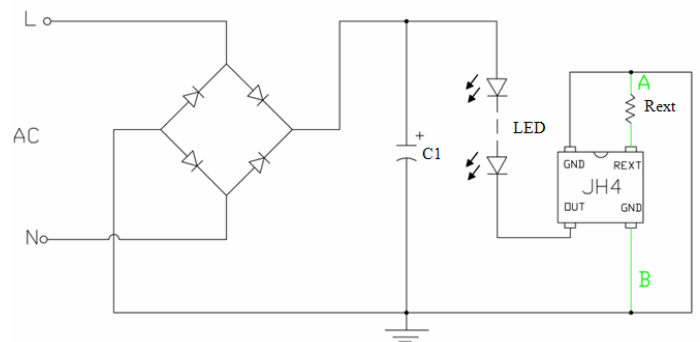
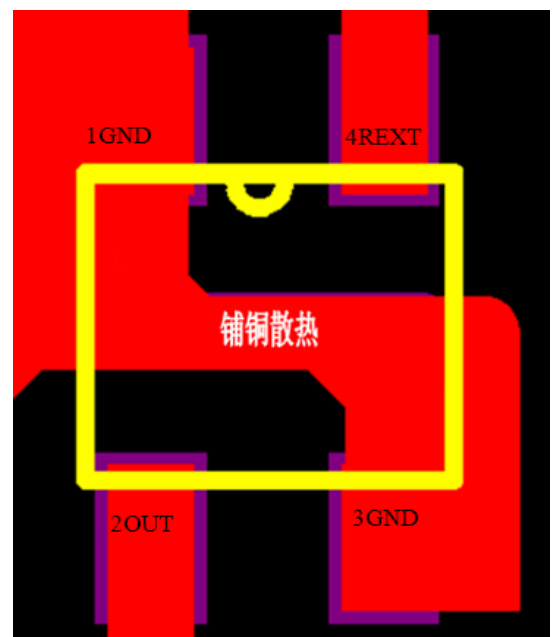

Fig 4 PCB Layout Guidelines
Fig 5 Suggested pad layout
- 1、R_{REXT} 电阻应靠近芯片引脚，接地回路应尽可能短，如图 4 中 A 点所示。
- 4、IC 衬底部分进行铺铜处理，增加芯片底部 GND 的铜面积进行散热增加可靠性如图 4 B 点，铺铜如图 5 所示。